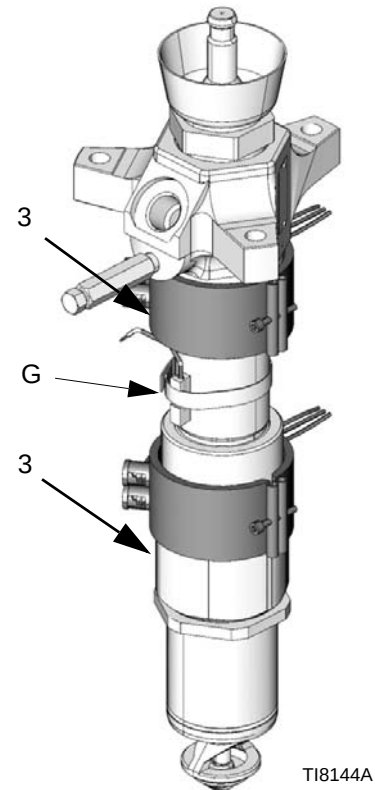

図 . 25
3. ポンプ (G) にセンサーを取り付けているクランプを緩めます。図 . 25 参照。